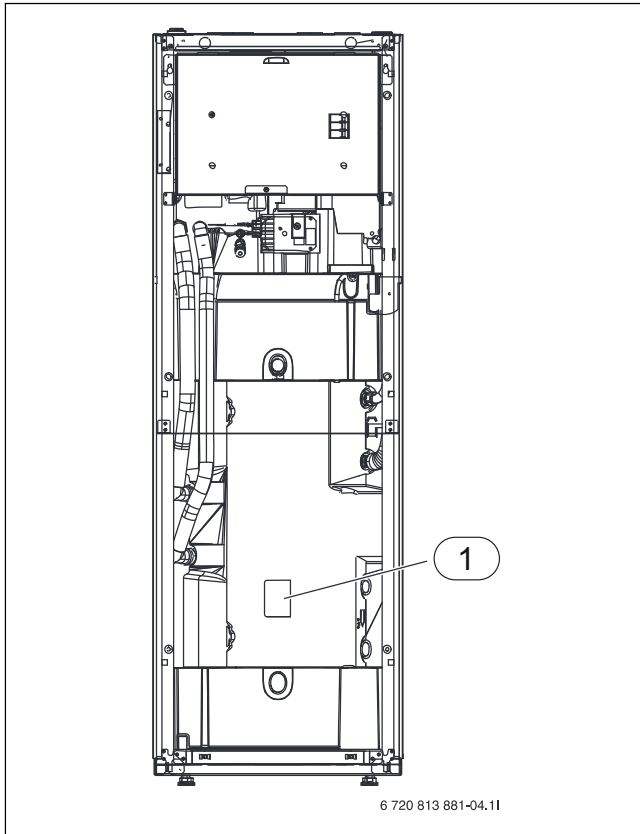

Bild 12 Givare TW1 och TS2
- ▶ Installation av ackumulatortanksgivare TS2 (→ fig. 12).